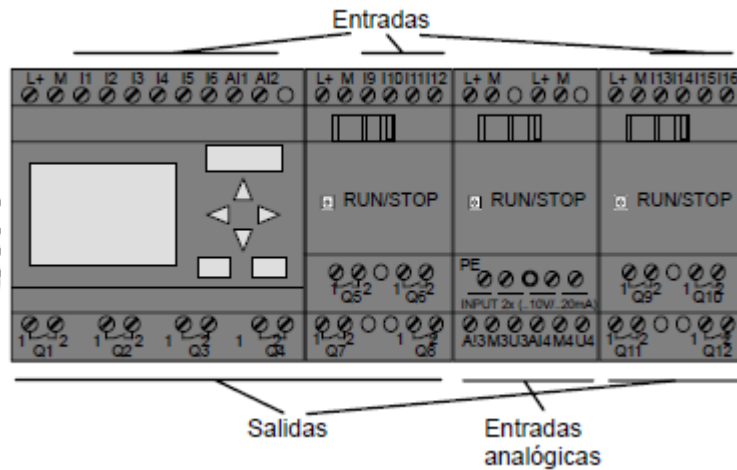

Figura 1. Disposición física de entradas y salidas digitales y analógicas.
1) Entradas digitales: Las entradas digitales se identifican mediante una I. Los números de las entradas digitales (I1, I2, ...) corresponden a los números de los bornes de entrada de LOGO Basic y de los módulos digitales conectados en el orden de montaje. Ver figura 1.
1) Salidas digitales: Las salidas digitales se identifican con una Q. Los números de las salidas (Q1, Q2, ... Q16) correspondan a los números de los bornes de salida de LOGO Basic y de los módulos de ampliación conectados en el orden de montaje. Ver figura 1.